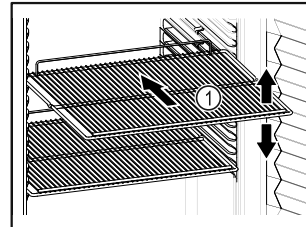

Fig. 57
- Si los estantes se pueden mover Fig. 57 (1), ajústelos según la altura.